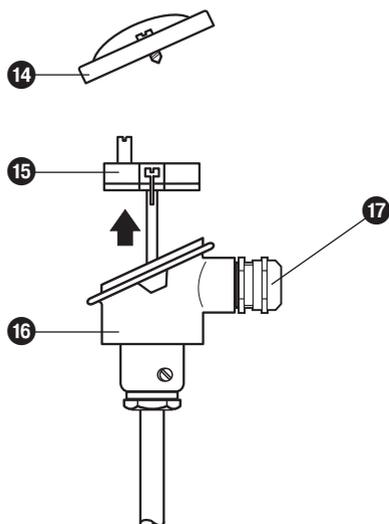

Fig. 9
2. Dévisser l'écrou à chapeau 18 du raccord vissé de câble 17 et sortir l'insert lamelles 20. **Fig. 9 et 10**